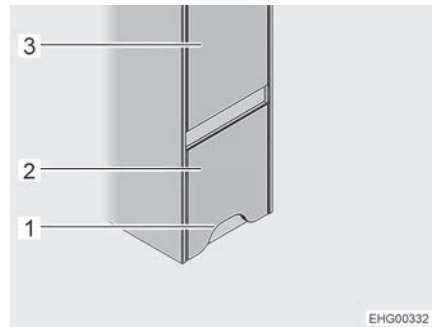
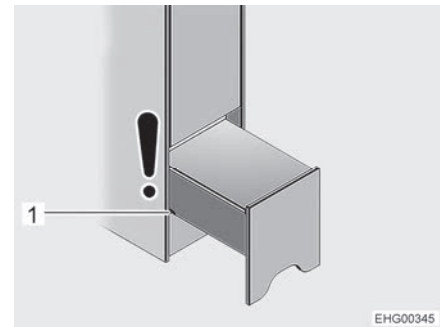

Bild 93 Aufstiegshilfe (geschlossen)
Bild 94 Aufstiegshilfe (Nachtposition)
**Einbauort** Die Aufstiegshilfe ist auf der rechten Fahrzeugseite unter dem Kleiderschrank (Bild 93,3) vor dem Heckbett eingebaut.
- ▷ Die Toilettenraumtür liegt der Aufstiegshilfe gegenüber. Solange die Aufstiegshilfe nur teilweise herausgezogen ist ("Nachtposition", siehe Bild 94), kann die Toilettenür weiterhin geöffnet werden. Wenn die Aufstiegshilfe ganz herausgezogen ist, um Zugang zum Staufach zu erhalten, kann die Toilettenraumtür nicht mehr vollständig geöffnet werden.
- Aufstiegshilfe (Bild 93,2) am Ausschnitt (Bild 93,1) greifen, leicht anheben und bis zur ersten Nut (Bild 94,1) herausziehen (Nachtposition).